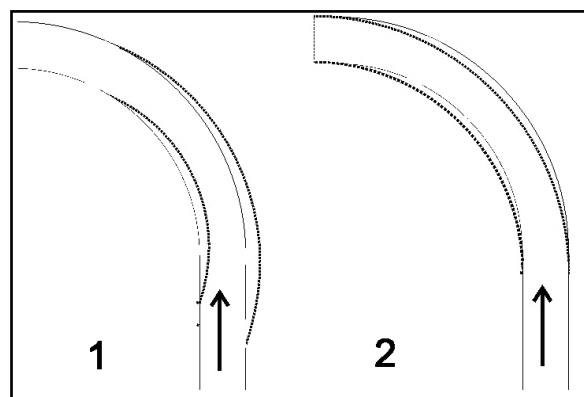

Fig. 36
- Máquina sobrevirada (Fig. 36/1):
- Máquina subvirada (Fig. 36/2):